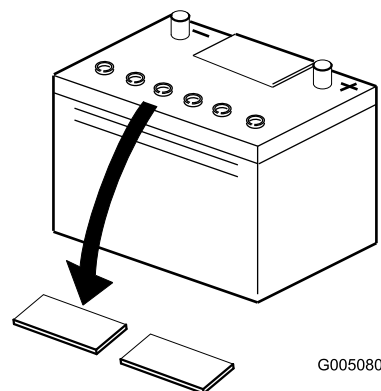

図 4
4. バッテリーの上部をきれいに拭い、キャップを取り外す（図 4）。